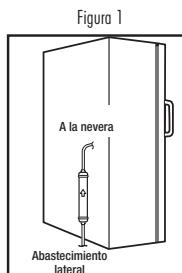

Figura 1
- Corte el abastecimiento de agua. Elija una ubicación para instalarlo en un tubo de plástico o de cobre de 1/4 de pulgada de diámetro exterior. El filtro necesita por lo menos tres pulgadas detrás del refrigerador. Vea la figura 1.